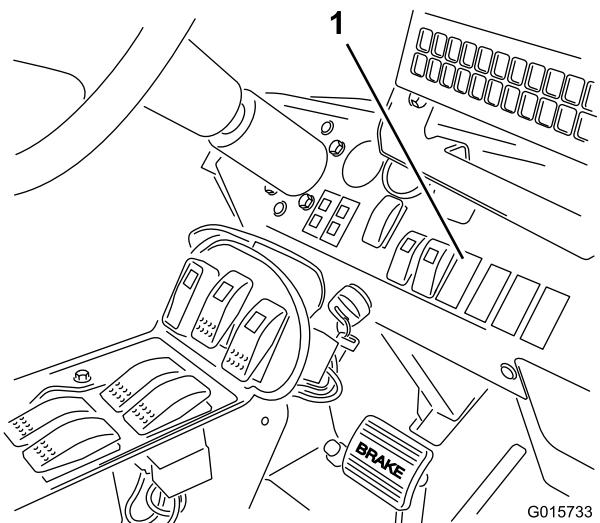

図 18
2. 図18に示すように、ダッシュボードのスイッチ取り付け位置をふさいでいるプラグを打ち抜く。